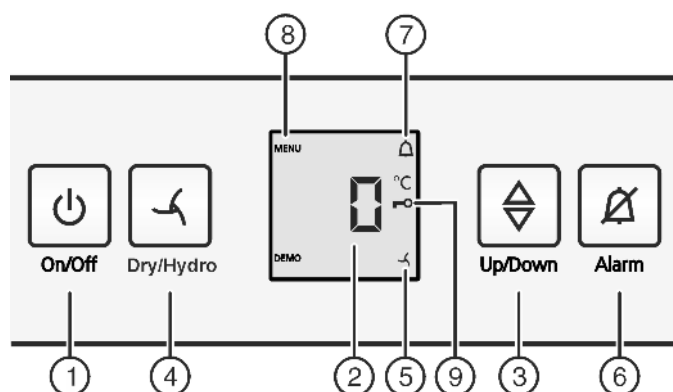

Fig. 2
- ▶ Appuyer sur la touche On/Off Fig. 2 (1).
- ▶ Activer le mode de réglage : appuyer env. 6 s. sur la touche Dry/Hydro Fig. 2 (4).
- ▷ Le symbole Menu Fig. 2 (8) est allumé.
- ▶ Confirmer en appuyant brièvement sur la touche Dry/Hydro Fig. 2 (4).
- ▶ Appuyer brièvement sur la touche Dry/Hydro  Fig. 2 (4) pour activer la sécurité enfants.
- ▷ Le symbole Sécurité enfants Fig. 2 (9) est allumé. **c** clignote à l'écran.
- ▶ Appuyer brièvement sur la touche Dry/Hydro Fig. 2 (4) pour désactiver la sécurité enfants.
- ▷ Le symbole Sécurité enfants Fig. 2 (9) s'éteint. **c** clignote à l'écran.
- ▶ Désactiver le mode de réglage : appuyer sur la touche On/Off Fig. 2 (1).
- ▶ Appuyer sur la touche Alarme Fig. 2 (6).